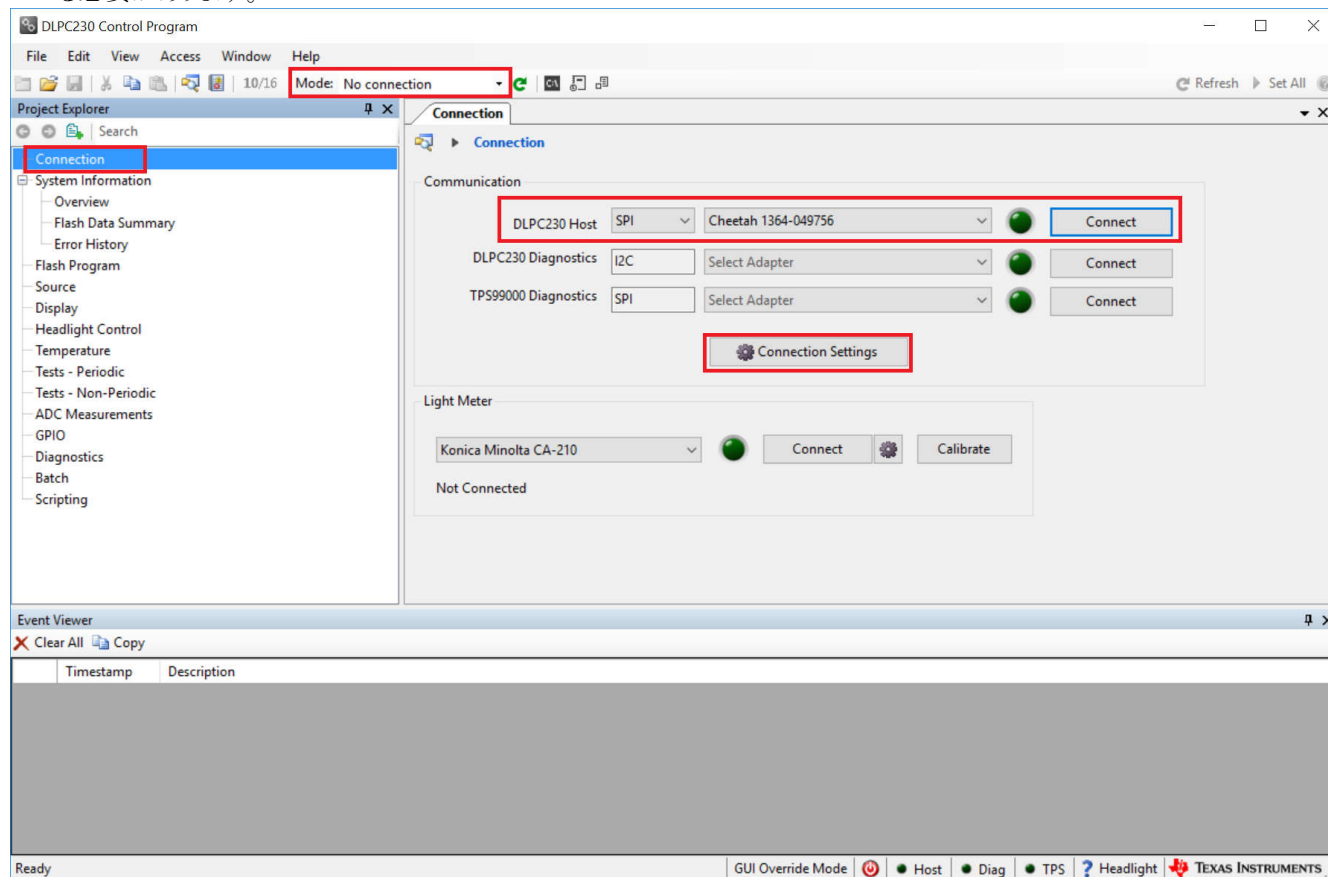

図 2-6. DLPC230-Q1 車載制御プログラムを使用した DLPC230-Q1 への接続し
2. 接続ページで、DLPC230-Q1 ホストを SPI に設定し、ドロップダウン メニューから Cheetah を選択します (図 2-6 を参照)。Cheetah がドロップダウン メニューに表示されるようにするには、USB ケーブルがあるコンピュータに接続する必要があります。